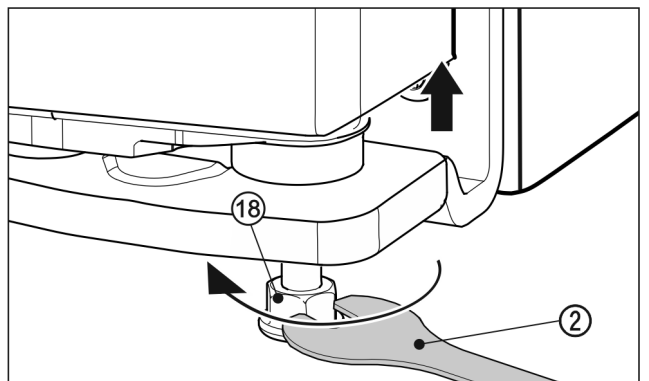

Fig. 26
- ▶ Az ajtó feljebb emeléséhez forgassa jobbra az állítható lábkat Fig. 26 (18) a mellékelt villáskulccsal Fig. 26 (2), amíg a padlóval nem érintkezik. Majd forgassa tovább, amíg az ajtó magasságát be nem állította. Kiszállítási állapotban a tartócsap teljesen be van tekerve.